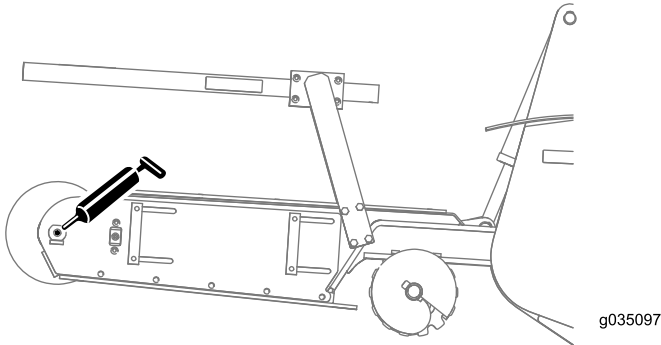
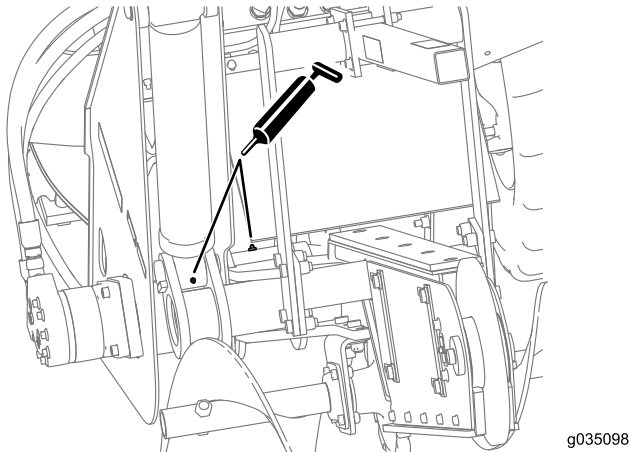
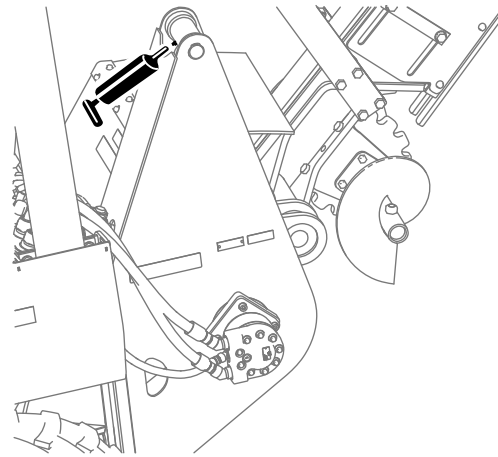

Figura 28
Figura 29
Figura 30
2. Conecte la pistola de engrasar al engrasador del cojinete del cilindro de elevación inferior, y bombee 3 aplicaciones de grasa en los engrasadores (Figura 28, Figura 29 y Figura 30).